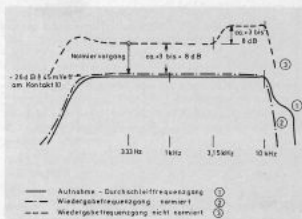

Bild 12 Kurvenvergleich
- Nacheinander zu allen Frequenzen (0...20 kHz) die Ausgangsspannung an Kontakt 19 aufnehmen und aufzeichnen (Kurve 1 im Bild 12). Bei Wiedergabe dieser Aufnahmen ergibt sich bei nicht normiertem Wiederabepegel (ca. 100 mV bei 333 Hz) eine zusätzliche Verfälschung des Frequenzganges um ca. 6 dB ab 1 kHz (Kurve 2).